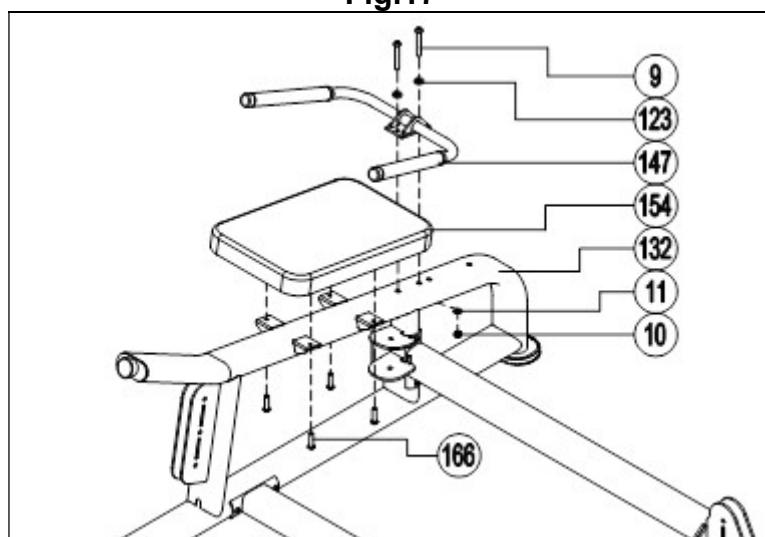

Fig.18
18.- Coloque el tubo soporte respaldo (152) a la estructura (132) y atornille con los tornillos (9), las arandelas (11) y las tuercas (10), Fig.18.
Saque el pomo (146) e inserte el tubo horizontal (144) en el tubo (152). Suelte el pomo y coloque el tornillo (166), Fig.18.